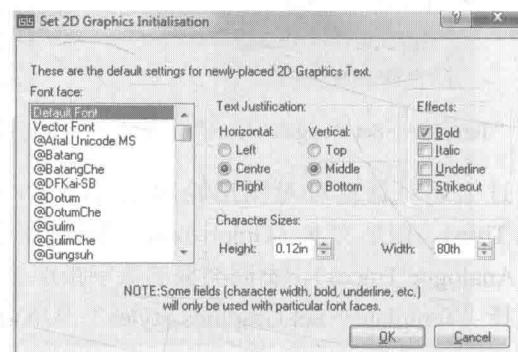

图 1-25 编辑图形字体格式
(2) 选择“Template→Set 2D Graphics Defaults”菜单命令，编辑图形字体格式，如图 1-25 所示。
出现图 1-25 所示的编辑框后，可在“Font face”选项中，选择图形文本的字体类型，在“Text Justification”选择区域可选择字体在文本框中的水平位置、垂直位置，在 Effects 选择区域可选择字体的效果，如加粗、倾斜、加下划线等，而在 Character Sizes 设置区域，可以设置字体的高度和宽度。